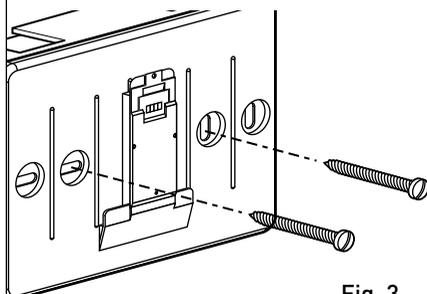

Fig. 3
- fixer le support mural de l'appareil au boîtier mural, à l'aide des vis fournies dans le kit (fig.3),